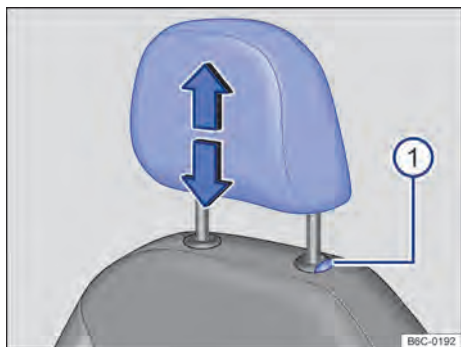

Fig. 67 Apoyacabezas delantero: desmontar.
- Retirar el apoyacabezas con la tecla → fig. 67 ❶ presionada.
- Empujar el apoyacabezas totalmente hacia abajo con la tecla → fig. 67 ❶ presionada.